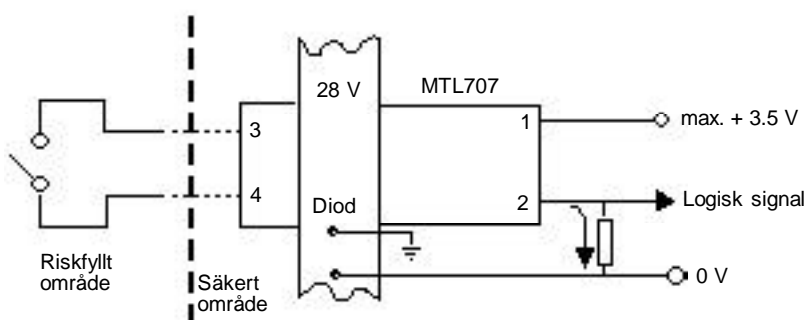

Fig. 6
EPM2 ska kopplas enligt Zenerdiagrammet fig. 6.
1. Efter att ha fått all tillgänglig information, rekommenderar Spirax Sarco att EPM2 ansluts via en "zenergräns". Gränser specificerade av Spirax Sarco är MTL707+, tillgängliga från Measurement Technology Limited. Zenergränserna måste installeras på en säker plats. Anslutning visas i fig. 6.